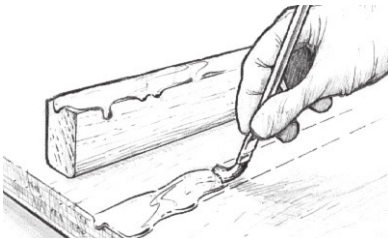

Figura 9 Aplique la mezcla de resina / endurecedor a las superficies de unión.
1. Impregnar las superficies de unión — Aplique una mezcla de resina / endurecedor sin espesar a las superficies a unir (Figura 9). Impregne áreas pequeñas o apretadas con un pincel desechable. Impregne áreas mayores con un rodillo de espuma o extendiendo uniformemente la mezcla de resina / endurecedor sobre la superficie con un esparcidor de plástico. Puede proceder al paso 2 inmediatamente o en cualquier momento antes de que la capa impregnada se torne no pegajosa.